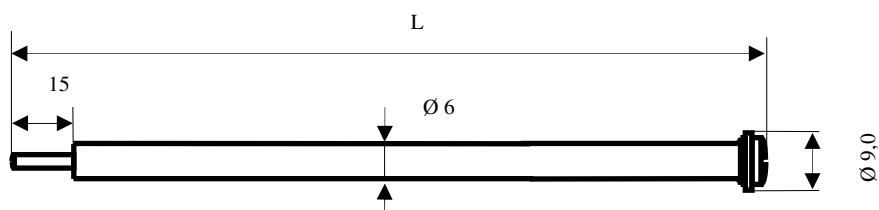

Рисунок 1. Термоэлектрический преобразователь ТХК 004-01
- Внешний вид преобразователей и их основные размеры указаны на рис. 1.